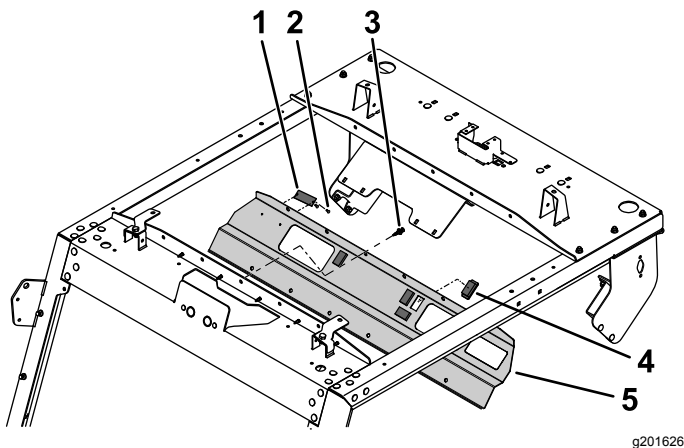

Figura 9
1. Instale los 4 tapones de hueco al panel de control (Figura 9).
2. Sujete la placa de número de serie al panel de control con 2 remaches ciegos (Figura 9).
3. Alinee los taladros de montaje del panel de control con los taladros del bastidor de techo delantero (Figura 9).
4. Fije el panel delantero en el bastidor de techo delantero insertando 12 remaches de plástico en sus taladros respectivos y presionando el émbolo sobre cada remache de plástico hasta que quede fijo (Figura 9).